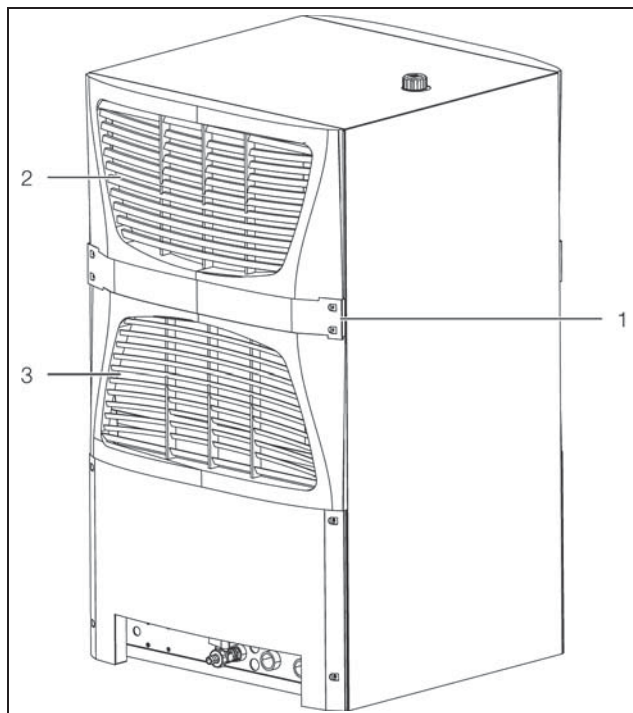

Imagen 50: Montaje de la estera filtrante (3334.660)
- Desmonte el cinturón (imagen 50, pos. 1). Desenrosque para ello los tornillos.
- Extraiga la rejilla superior (imagen 50, pos. 2) e inferior (imagen 50, pos. 3) de la parte posterior del chiller (entrada aire) de la caja.